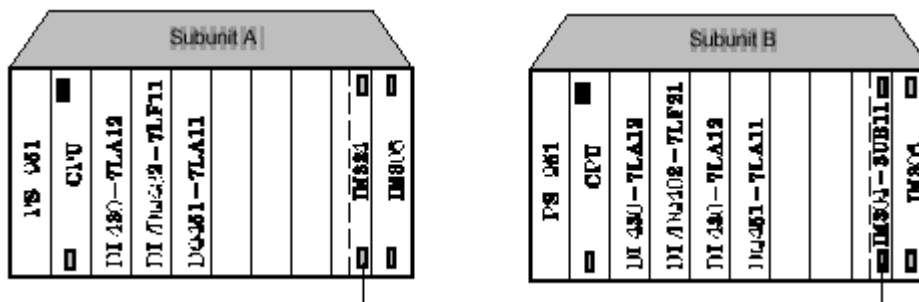

Рис. 7.1 Конфигурация устройства
- ⇒ установите PS 951F, CPU и цифровые блоки в центральные рамы (→рис.7.1)
- ⇒ установите блоки с адаптерами в подстыковочное место 7 (→рис.7.1)